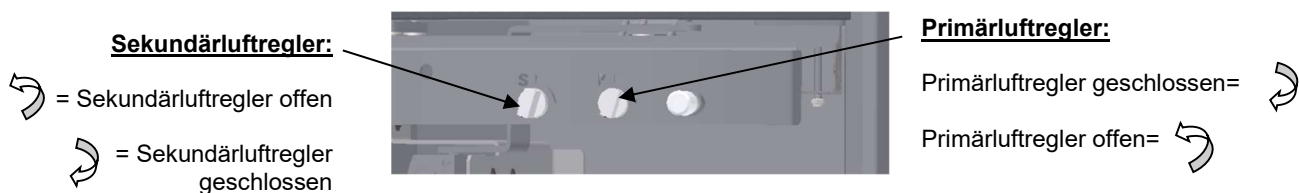

Abb. 4
Der Kaminofen ist mit einem **Primärluftregler (P)** zur Feinluftregulierung ausgestattet, dieser befindet sich nach Öffnen der Holzlegetüre unterhalb der Feuerraumtür rechts (siehe Abb. 4).